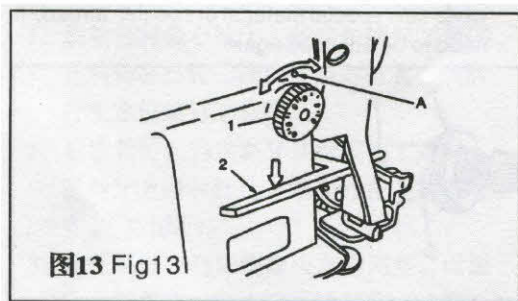

图13 Fig13
10. Установка длины стежка (Fig. 13)